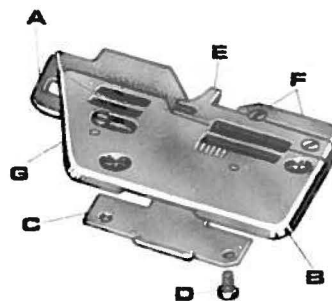

fig. 15
11. Regolazione placca d'ago (fig. 15)